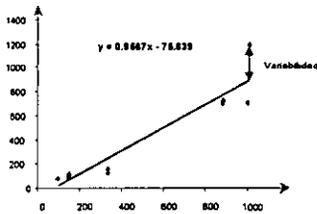

Figure A-1 - Plano Actualizado
- 1.2. Construir la curva de costo/km- m3 (por tipo de vehículo) en función de los fletes actuales (ver Figura A-1).